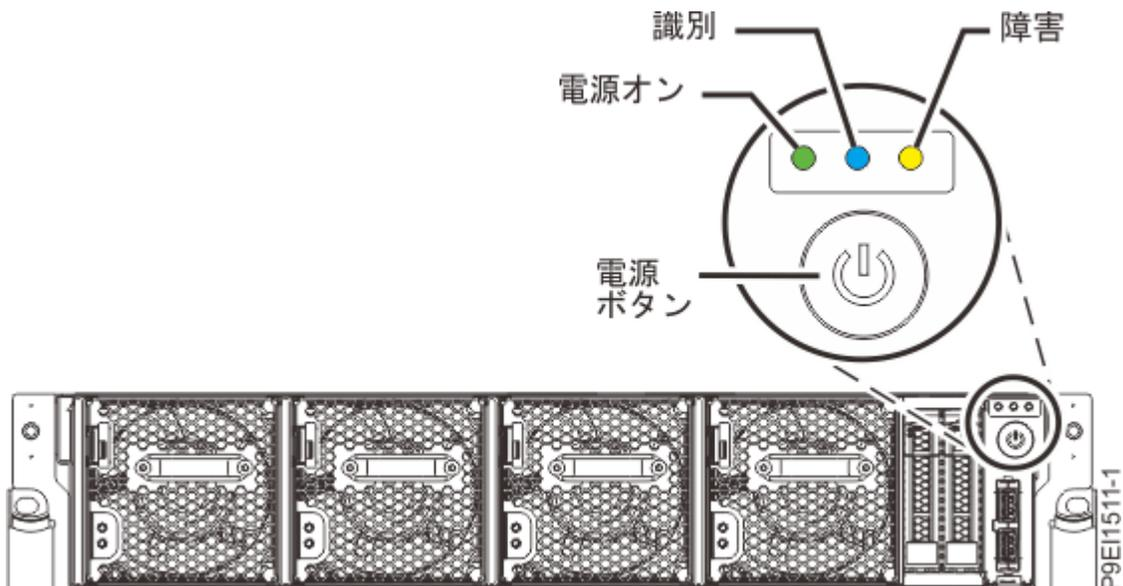

図 195. 電源ボタン
- 電源オン LED (224 ページの図 195 を参照) が明滅している。ライトが明滅している場合、装置にスタンバイ電源が供給されていることを示します。
3. 224 ページの図 195 に示す電源ボタンを押します。